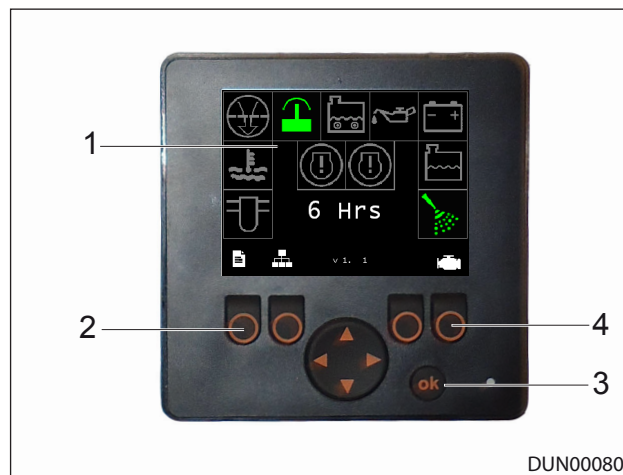

Figure 7.8 - Display van het bedieningspaneel
4. Als u de motorinformatie wilt zien, drukt u op de knop onder het motorsymbool (item 4), zie afb. 7.8.
5. U kunt te allen tijde terugkeren naar het beginscherm van het hoofdmenu door op de knop onder het verlaten-symbool (item 2) te drukken, zie afb. 7.8.